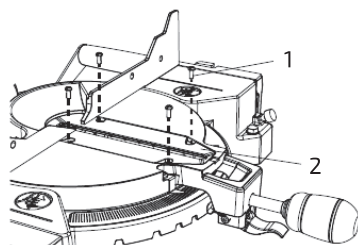

Рис. 9
1. Для снятия пластины следует с помощью крестовой отвертки открутить и извлечь четыре винта (1) в пластине для пропила (2), а затем снять пластину (рис. 9).
2. Затем установить пластину для пропила (2) на место, закрутить четыре винта (1).